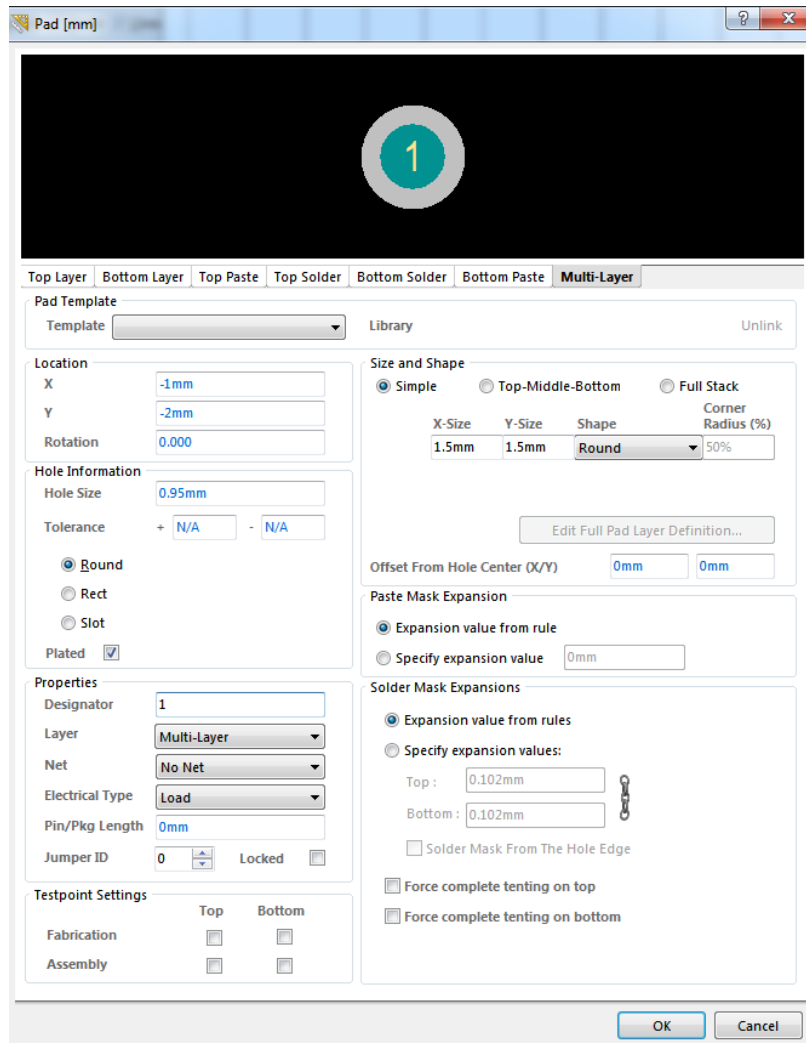

Рис. 3.12
- 6) Введіть параметри, зображені на рис. 3.12, щоб створити контактну площадку.